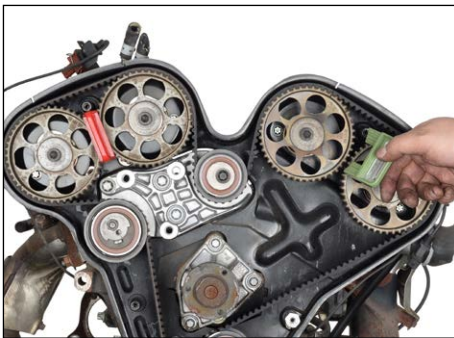
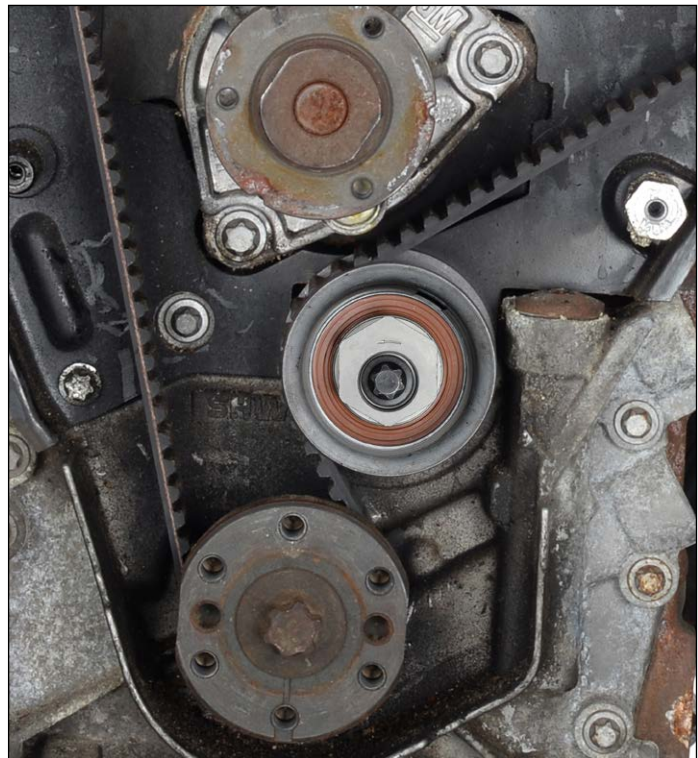

Fig. 8
Fig. 10
4. plaats het fixeerwerktuig voor nokkenas OE (KM-800-2) groen met de aanduiding „Top“ naar boven tussen de nokkenas tandwielen „3“ en „4“ (Fig. 8 en 9). Als het fixeerwerktuig niet kan worden ingebracht, verwijder dan de onderste poelie van de distributieriem (Fig. 10) en draai hem op de exentriek met spansleutel MKM-6038 of waterpomptang tot de tool kan worden ingevoegd. De motor is nu gefixeerd op TDC positie (Fig. 3).
9. Draai de exentriek van de onderste distributieriembocht met behulp van spansleutel OE (MKM-6038) of water pomptang (Fig. 10) tot de bovenkant van de exentriek zich op ca. 12 uur positie bevindt en de merktekens op de tandwielen van nokkenas en de controlemal OE (KM-800-20 meten) uitlijnen (Fig. 20). Draai de onderste distributieriem poelie met 40 Nm vast. de nokkenastandwielen „3“ en „4“ moeten exact worden ingesteld, voordat nokkenastandwielen „1“ en „2“ worden ingesteld.